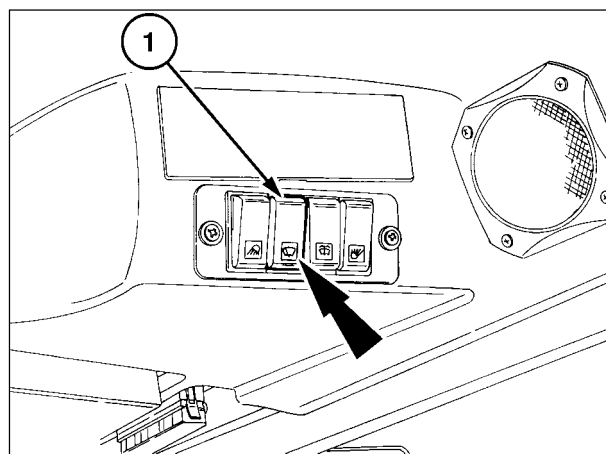

Fig. 8
Limpa-vidros dianteiro - Fig.8
Para comandar o funcionamento do limpa-vidros, prima o interruptor (1) para baixo, conforme indicado pela seta na Fig.8.